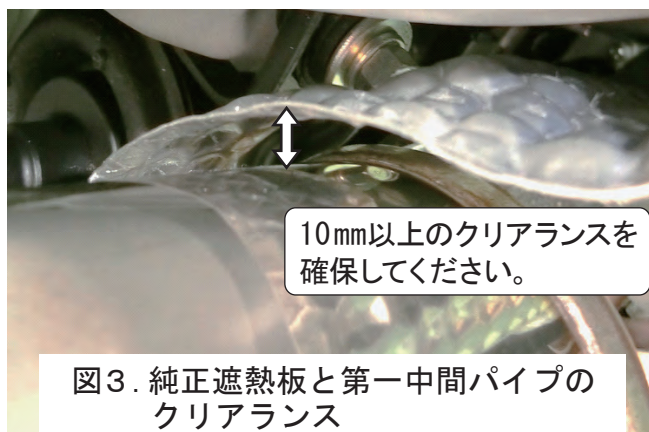

図3. 純正遮熱板と第一中間パイプのクリアランス
- (1) 第二中間パイプを正規の位置に合わせて、吊り下げ用フックに純正ラバーステーをはめてください。
(2) 第一中間パイプ後部フランジと第二中間パイプ前部フランジの間に付属のリングガスケット(φ65)を挟み、付属のボルトにプレーンワッシャを入れ前側から通し、反対側から付属のプレーンワッシャ、スプリングワッシャ、ナットの順で取付けて仮締付けしてください。
(3) 図3のように第一中間パイプとプロペラシャフト下の純正遮熱板のクリアランスを確認し、10mm未満であれば、10mm以上のクリアランスが確保できるように純正遮熱板を曲げて調整してください。